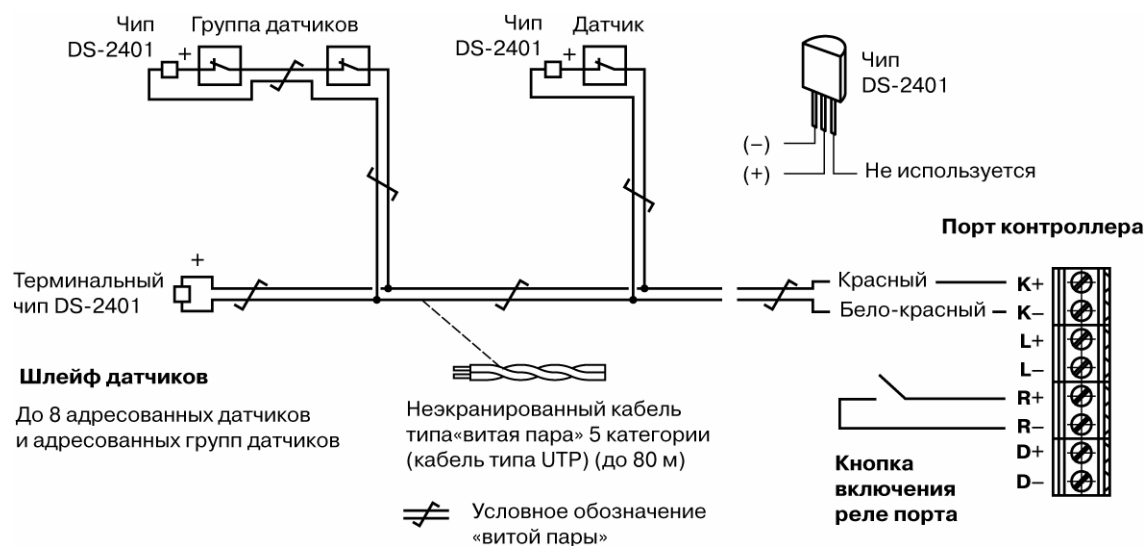

Рис. 6. Подключение датчиков к порту контроллера
Контроллер в процессе работы непрерывно опрашивает шлейфы датчиков, подключенные к портам. В процессе каждого из циклов опроса он периодически «вычитывает» коды всех терминальных чипов и чипов, адресующих датчики или группы датчиков шлейфов. В течение одной секунды контроллер успевает совершить несколько опросов каждого из чипов подключенных шлейфов. При срабатывании датчика – размыкании контактов на выходе датчика – чип, установленный в адресованном датчике или в одном из датчиков адресованной группы «отключается» от шлейфа (см. Рис. 6). Если код чипа записан в память контроллера, а при опросе шлейфа контроллеру не удается считать этот код, контроллер передает компьютеру тревожное сообщение, в котором указывается код отсутствующего чипа. Аналогично, при обрыве и коротком замыкании проводов шлейфа от шлейфа «отключается» терминальный чип и (или) часть чипов адресующих датчики или группы датчиков.
1. Коснуться (с соблюдением полярности!) соответствующими контактами какого-либо чипа или датчика с установленным чипом клемм К- и К+ любого из портов контроллера (контактом DATA (+) чипа DS-2401 контакта К+, а контактом GND – контакта К- порта контроллера). Расположение контактов чипа показано на **Рис. 6**;
При адресации отдельного датчика, чип последовательно подключается к нормальнозамкнутым клеммам выхода датчика, размыкающимся при срабатывании датчика (см. Рис. 6). Во время установки чипов в корпусе датчиков их подключения необходимо осуществлять **как можно ближе к клеммам датчиков**.
При адресации группы датчиков все датчики группы подключаются последовательно друг к другу, а сам чип также последовательно подключается к нормальнозамкнутым клеммам выхода датчика, находящегося последним в линии последовательно подключенных датчиков группы (см. Рис. 6).
Датчики с установленными чипами с помощью двух- или четырехпроводных неэкранированных кабелей типа «витая пара» (UTP) подключаются к клеммам **К+** и **К-** соответствующих портов контроллеров. Комплекс датчиков, подключенных с помощью двух- или четырехпроводного кабеля к порту контроллера сигнализации образуют шлейф датчиков. Подключение датчиков осуществляется параллельно, к проводам «красной» пары кабеля шлейфа, с соблюдением полярности, в соответствии со схемой, изображенной на Рис. 6.
При подключении датчика со встроенным чипом DS-2401 к проводам шлейфа используются строго определенные контакты чипа – контакты GND (Ground) и Data (+) (см. Рис. 6). Для определения контактов необходимо развернуть чип плоской стороной корпуса к себе – при этом крайний левый контакт будет контактом GND, а центральный контакт – контактом Data (+). Третий контакт чипа не используется!